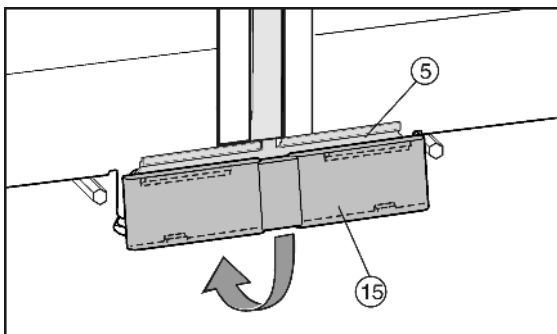

Fig. 11
- ▶ Az alsó fedelet Fig. 11 (15) felülről helyezze az összekötő lemezre Fig. 11 (5) és lent pattintsa be.